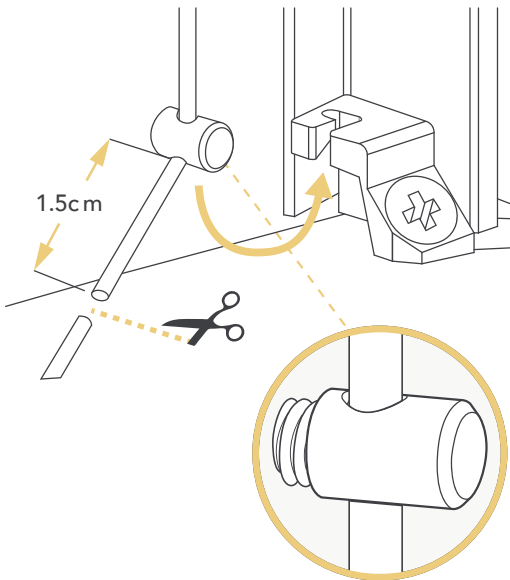

Fig 8A
1. Stellen Sie die Seilstopper mit dem beiliegenden 2-mm-Inbusschlüssel ein (siehe Abb. 8A).